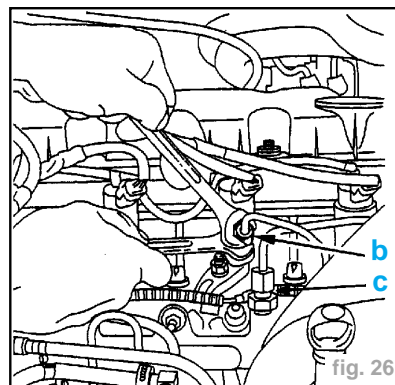

fig. 26
- Desserrer le raccord (9).
- Déposer le tube d'alimentation haute pression (8).
- Appliquer un contre-couple en (b) (fig. 26).